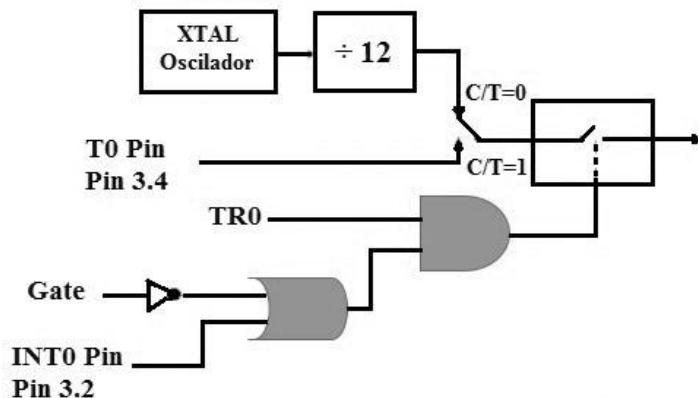

Figura 11.25: El arranque y parada de timer 0 se lo hace a través de pin 3.2
- \* Sin embargo, un switch conectado al pin P3.2 podríamos usar para encender y apagar el timer (Figura 11.25), por lo tanto el usuario ahora sí puede activar o desactivar una alarma.